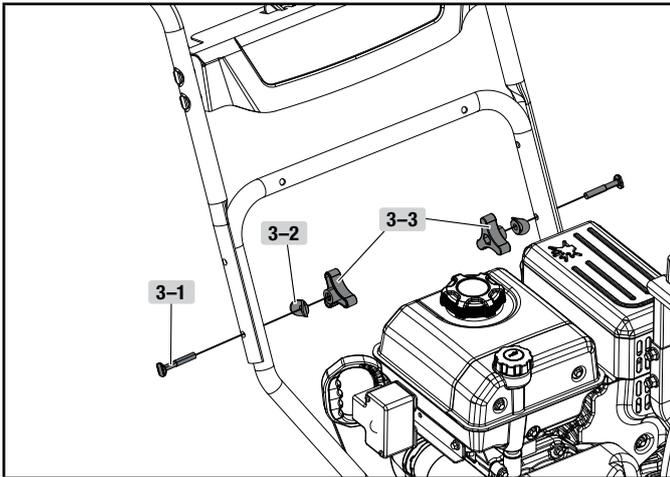

Figure 3
1. Reliez la poignée supérieure à la poignée inférieure au moyen de 2 boulons (3-1), 2 rondelles (3-2) et des molettes de verrouillage (3-3) uniquement sur la partie inférieure et maintenez-les lâches pour pouvoir rabattre la poignée à l'étape suivante. (figure 3)